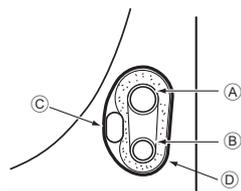

Fig. 4-5
4.5.1. Збереження ділянки трубопроводу внутрішнього блока (Fig. 4-5)